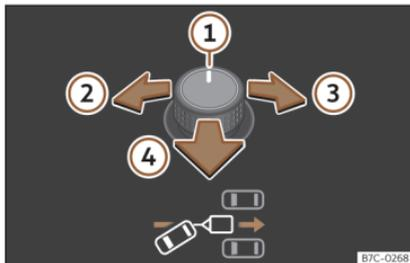
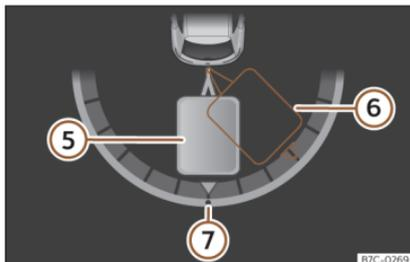

Fig. 181 Commande rotative des rétroviseurs extérieurs : régler l'angle de la remorque.
Fig. 182 Afficheur du combiné d'instruments : passer en marche arrière
Légende de la **fig. 181**, >>> **fig. 182** :
- Faites basculer la commande rotative jusqu'à la direction voulue >>> **fig. 181**. L'écran du combiné d'instruments affiche à titre d'information une représentation de l'ensemble du véhicule tracteur et de la remorque dans sa position actuelle >>> **fig. 182**.